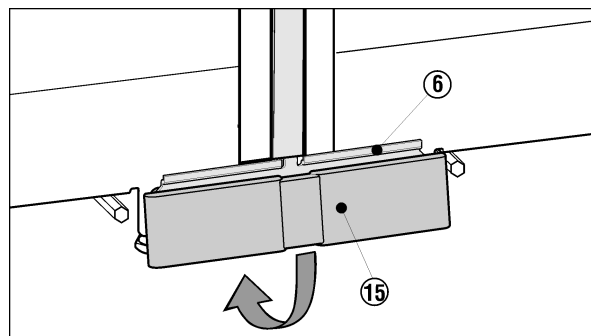

Fig. 10
- ▶ Нижнюю крышку *Fig. 10 (15)* из комплекта установите сверху на крепежный уголок *Fig. 10 (6)* и зафиксируйте снизу.